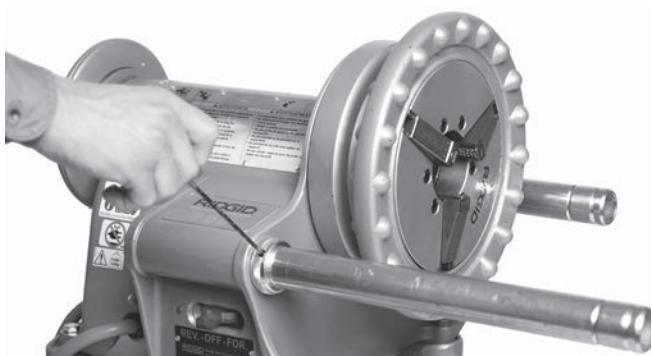

Figure 8 – Position de vis de blocage
- Déployez les supports d'accessoires entièrement. Repoussez les bagues de rétention jusqu'au corps du 300 Power Drive. Serrez les vis de blocage des bagues de rétention à l'aide d'une clé Allen de $1/8"$ (*Figure 8*).